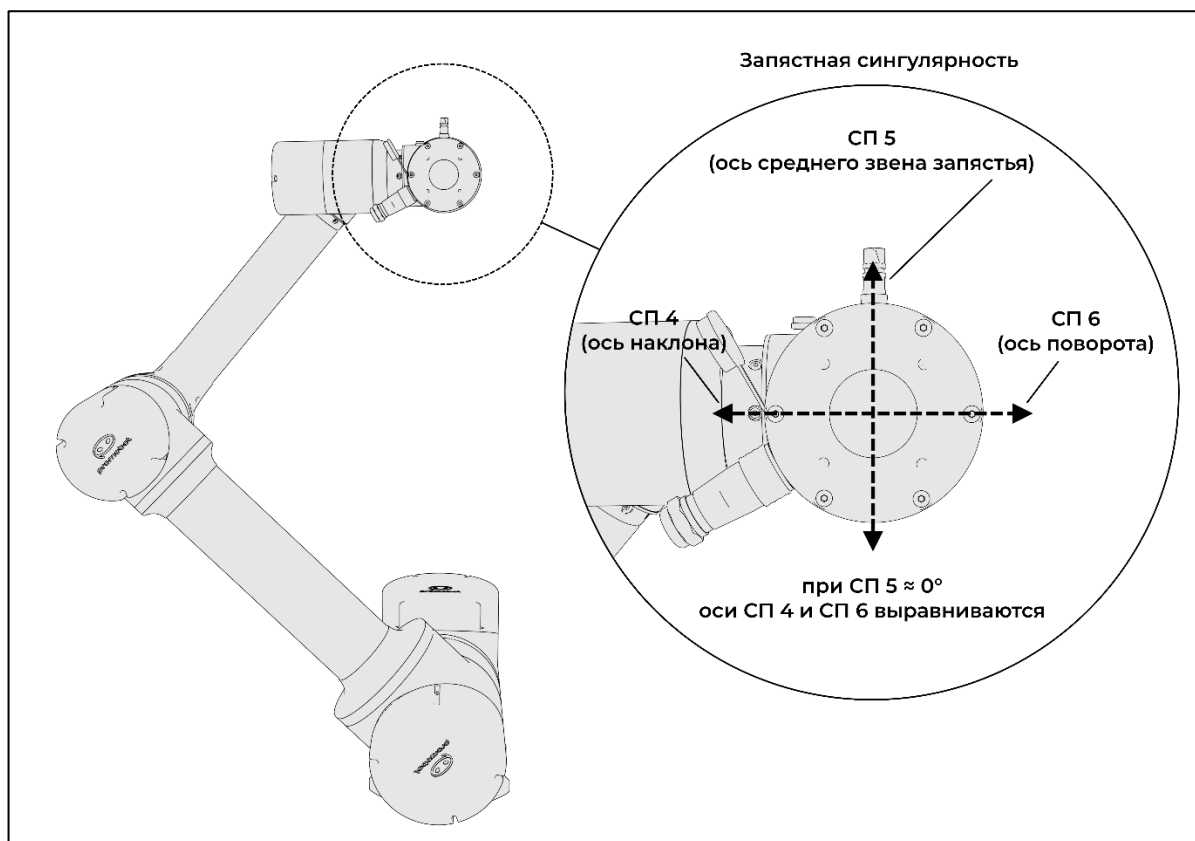

Рисунок I-34 – Сингулярность запястья
- сингулярность запястья (см. Рисунок I-34) – возникает при таком взаимном положении запястий, при котором ориентация инструмента требует выравнивания осей СП и приводит к резкому росту скоростей СП4–СП6.